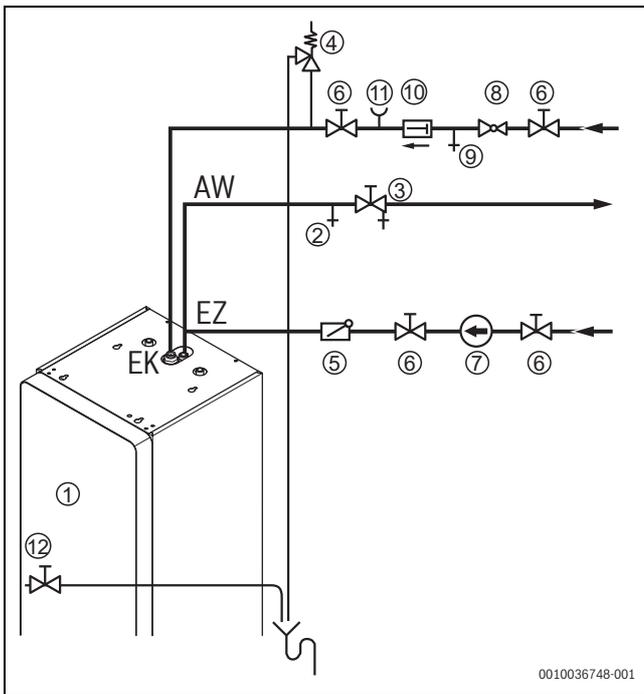

Bild 24 Installation nach DIN 1988 (Prinzipabbildung)
- Für Trinkwasser zugelassenes Sicherheitsventil (→ Bild 24, [4]) (≥ DN 20) in der Kaltwasserleitung bauseits vorsehen.
- In der Anschlussleitung zwischen Sicherheitsventil und Eintritt Kaltwasser am Speicher darf keine Absperrvorrichtung installiert sein (→ Bild 24).